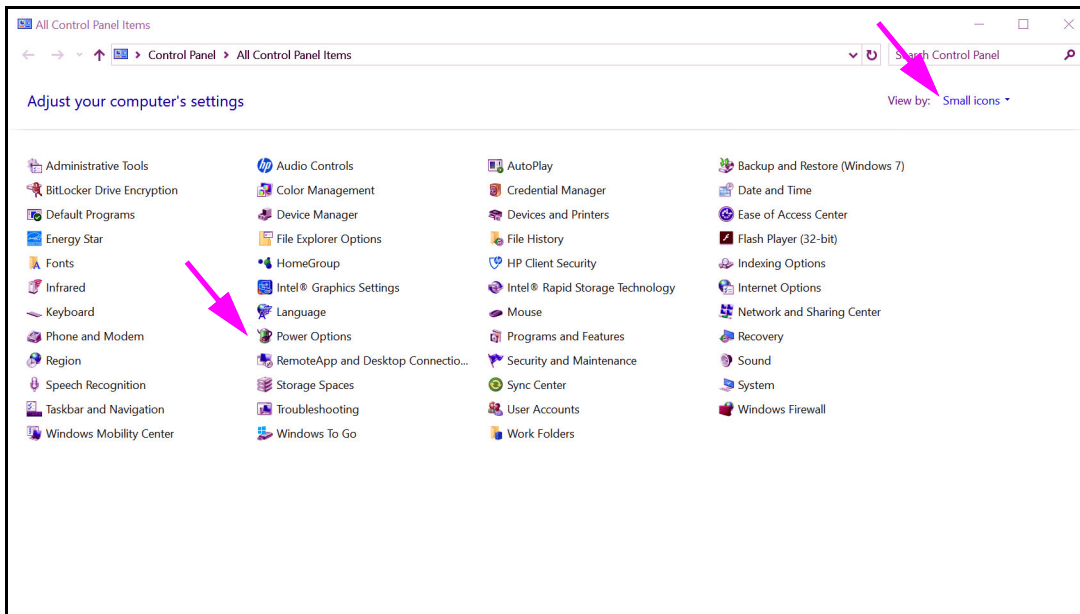

Figura 2-24. Janela All Control Panel Items (Todos os itens do painel de controlo)
2. Selecione **Windows System (Sistema do Windows) > Control Panel (Painel de controlo)**. Se a visualização estiver definida para Small Icons (Ícones pequenos), a janela All Control Panel Items (Todos os itens do painel de controlo) aparece conforme apresentada na figura 2-24. Clique em **Power Options (Opções de Energia)**.